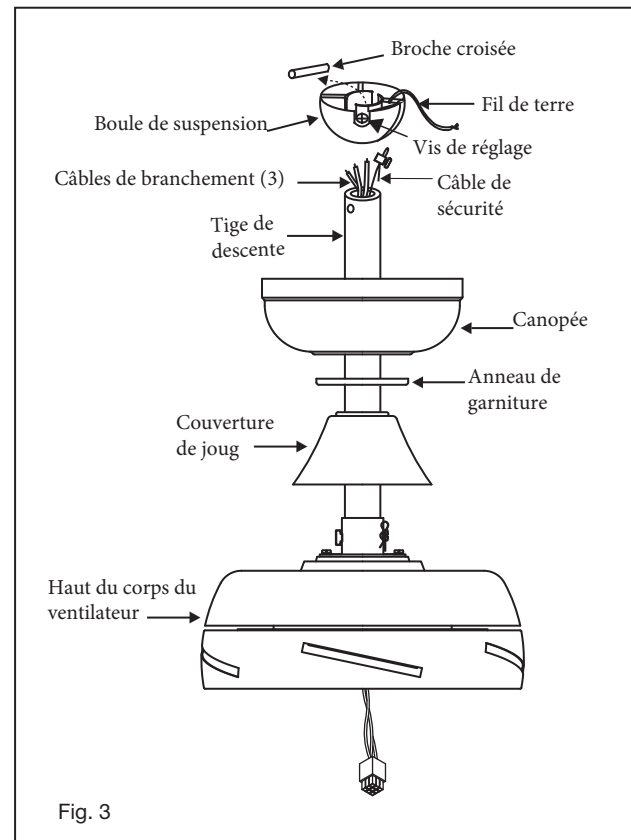

Fig. 3
- 1 Glissez le couvercle de joug, la bague de garniture et la verrière sur la tige de descente. (Fig. 3)